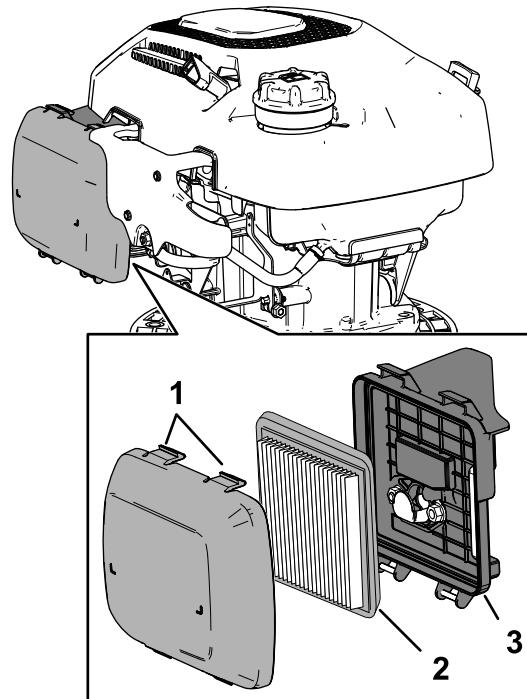

图 33
- 向下按空气滤清器盖子顶部的闩锁袢扣图 33。
3. 拆下滤清器滤芯图 33。